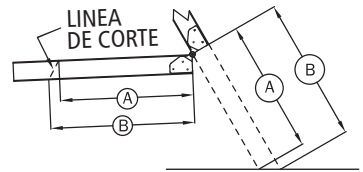

FIGURA 11
B. Mida la distancia desde la sección media al suelo a lo largo de la escalera, para las longitudes A y B (Figura 11). Registre los resultados en el espacio provisto en la Tabla 2. Tome mediciones tanto para los rieles izquierdo y derecho.